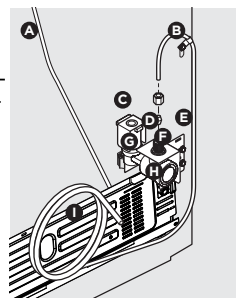
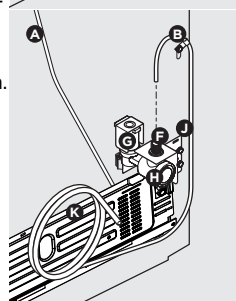

Figura 1
Figura 2
4. **Si utiliza una tubería de cobre**, coloque la tuerca de compresión de latón y luego el casquillo (manguito) en la tubería. Introduzca la tubería de suministro de agua hasta el fondo en la válvula de admisión (1/4 in/6,4 mm). Deslice el casquillo (manguito) en la válvula de admisión y apriete a mano la tuerca en la válvula. Dele otra media vuelta de apriete con una llave. **EVITE** apretarla en exceso. Consulte la figura 1. **Si utiliza una tubería de acero inoxidable trenzada flexible**, la tuerca ya está montada en la tubería. Deslice la tuerca en la válvula de admisión y apriete la tuerca a la válvula a mano. Dele otra media vuelta de apriete con una llave. **EVITE** apretarla en exceso. Consulte la figura 2.